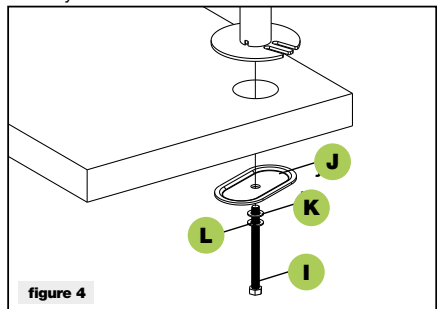

figure 4
2. Position the pole (a) on the mounting surface and secure using the support plate (j), M10 washer (k), spring washer (l) and M10 bolt (i). Fasten the M10 bolt using provide wrench (p), see figure 4.
2. Das Rohr (a) auf der Montagefläche positionieren und mithilfe der Haltescheibe (j), der Unterscheibe M10 (k), der Federscheibe (l) und der Schraube M10 (i) fixieren. Die Schraube M10 mit dem mitgelieferten Schlüssel (p) festziehen, wie in Abbildung 4 gezeigt.
2. Placer le tube (a) sur la surface de montage et le fixer en utilisant la plaque de support (j), la rondelle M10 (k), la rondelle élastique (l) et la vis M10 (i). Serrer la vis M10 à l'aide de la clé fournie (p), conformément à la figure 4.
2. Posicionar el tubo (a) sobre la superficie de montaje y sujetarlo usando la placa de soporte (j), la arandela M10 (k), la arandela elástica (l) y el tornillo M10 (i). Apretar el tornillo M10 usando la llave incluida (p), como en la ilustración 4.
2. Umieścić rurę (a) na powierzchni montażowej i umocować ją za pomocą płytki wspierającej (j), podkładki M10 (k), podkładki elastycznej (l) i śruby M10 (i). Dokręcić śrubę M10 kluczem (p) znajdującym się na wyposażeniu, jak pokazano na rys. 4.